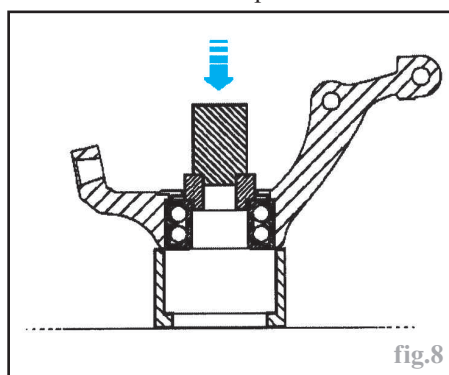

fig.8
- la bague intérieure du roulement avec un mandrin de $\text{Ø } 46\text{ mm}$ (fig.8),